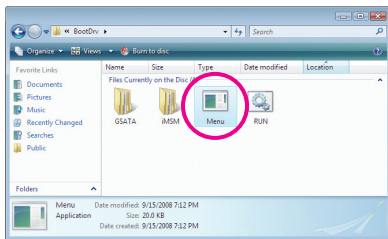
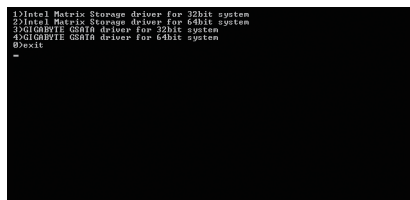

図2
図3
- 2: 光学ドライブフォルダから、**BootDrv**フォルダの**Menu.exe**ファイルをダブルクリックします(図2)。図3のようなコマンドプロンプトウィンドウが開きます。
- 3: 空のフォーマット済みディスクを挿入します。メニューから対応する文字を押すことでコントローラドライバを選択し、<Enter>を押します。例えば、図3でメニューから、